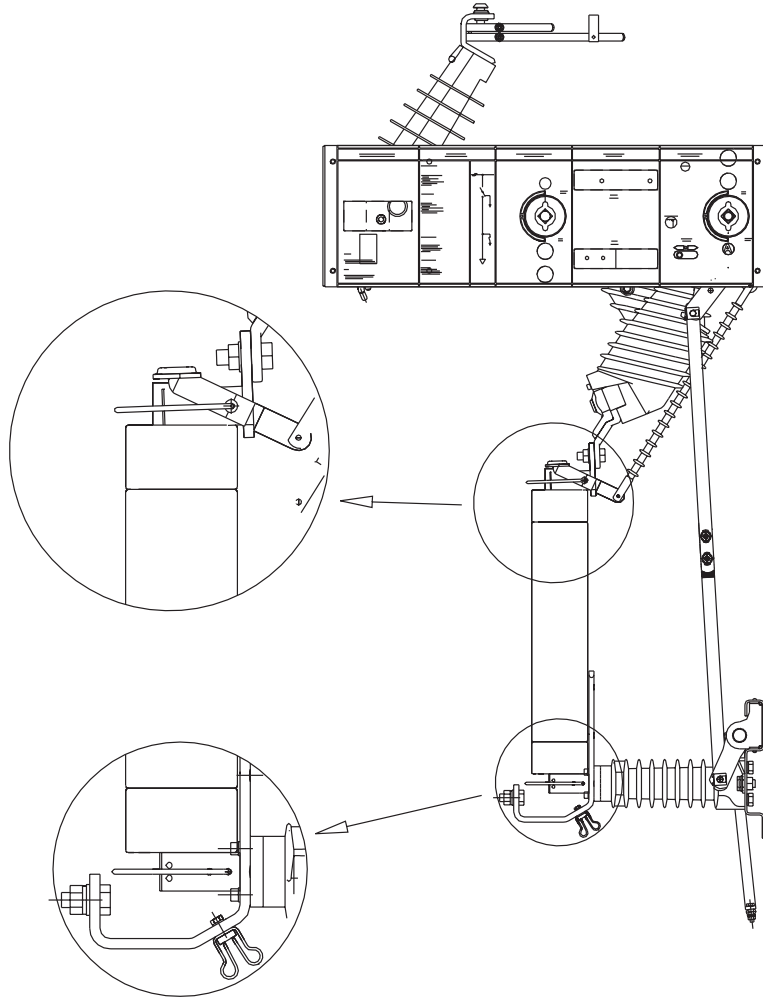

Fig. 18
Al momento della fusione anche di un solo fusibile si ha l'apertura automatica dell'interruttore di manovra-sezionatore tramite un'asta isolante che va ad agire sull'albero di sgancio, e contemporaneamente si ha l'inserimento di un blocco meccanico, che a fusibile intervenuto, impedisce la chiusura dell'interruttore di manovra-sezionatore (fig. 18).
**Il blocco meccanico che impedisce la chiusura dell'apparecchio a fusibile intervenuto permane fino a quando la levetta di sgancio (3) assume la posizione indicata nel particolare "A" fig. 18.**
- Sganciare i collarini di tenuta superiori e inferiori (particolare A e B fig. 18)
At the moment even a single fuse intervenes, there is automatic opening of the switch-disconnector by means of an insulation rod which acts on the release shaft. At the same time there is insertion of a mechanical lock, which when a fuse has intervened, prevents closure of the switch-disconnector (fig. 18).
**The mechanical lock which prevents closure of the apparatus with a fuse intervened remains until the small release lever (3) takes up the position indicated in detail "A" of fig. 18.**
- Release the upper and lower collar seals (details A and B in fig. 18)